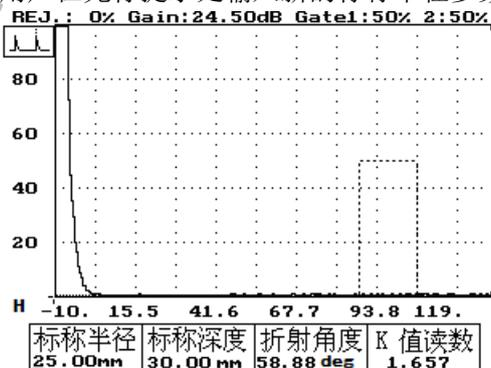

图 18-26
- 5、按进入键——进入折射校准功能, 屏幕显示如图 18-26 所示。同时在标称半径下有一“—”光标, 提示用户在光标提示处输入新的标称半径参数值。
5. 按进入键——进入折射校准功能，屏幕显示如图 18-26 所示。同时在标称半径下有一“—”光标，提示用户在光标提示处输入新的标称半径参数值。